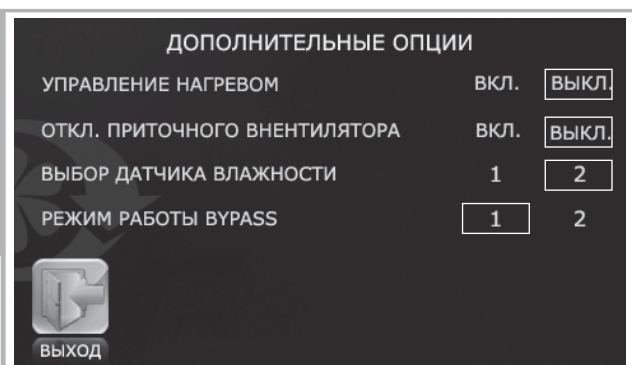

Рис. 21. Дополнительные опции
■ Для включения или отключения электронагревателя необходимо в пункте **УПРАВЛЕНИЕ НАГРЕВОМ** установить соответствующее значение **ВКЛ.** или **ВЫКЛ.**, нажав на соответствующую кнопку (рис. 21).